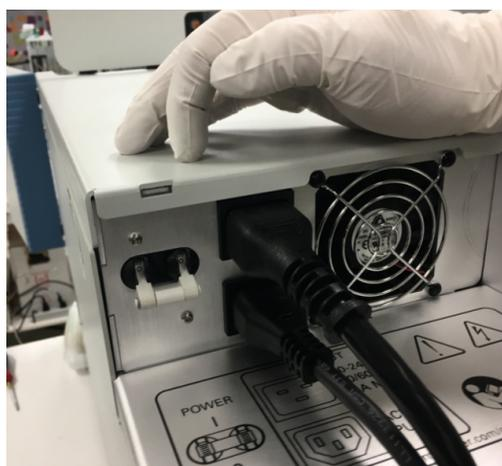

Figure 89 : Mise hors tension du spectromètre de masse
- 2) Abaissez l'interrupteur d'alimentation à l'arrière de l'instrument pour le mettre en position d'arrêt et ainsi mettre hors tension le spectromètre de masse. Voir Figure 89.